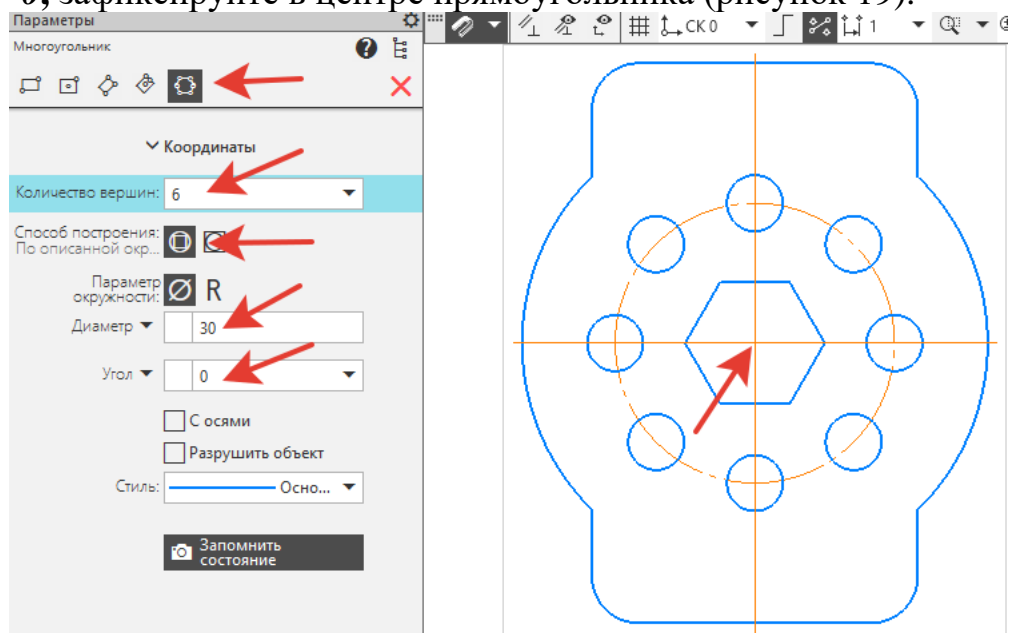

Рисунок 19.
11. Выполняем шестиугольник. На инструментальной панели **Геометрия** –  **Прямоугольник - Многоугольник**. В **Параметрах** задать: **Количество вершин** - 6, **Способ построения** -  **по описанной окружности**, **Диаметр** - 30, **Угол** - 0, зафиксируйте в центре прямоугольника (рисунок 19).